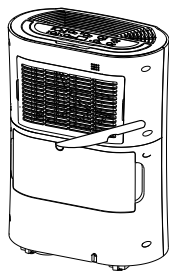

Рис. 5
- В резервуаре для воды (7) удалите заглушку отверстия для отводной трубы (9) (рис. 5). Для удобства подключения вы можете демонтировать резервуар для воды (7).
- Установите отводную трубу (12) на сливной патрубке (10) (рис.5).